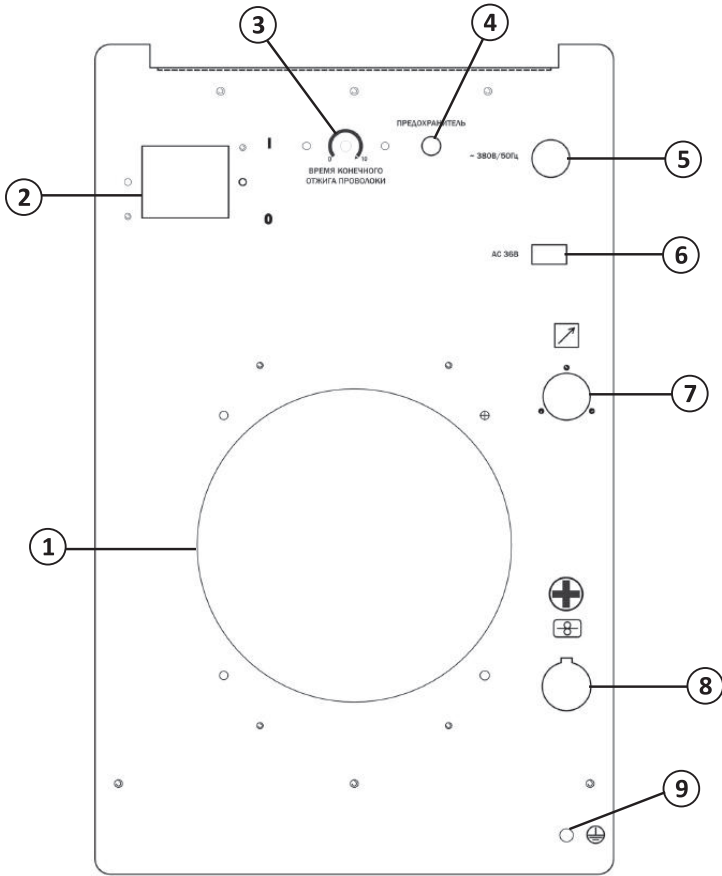

Рис. 2
Установите выключатель сети на задней панели аппарата (поз. 2, рис. 2) в положение «Вкл.», при этом должен заработать встроенный вентилятор охлаждения аппарата.
1. После выполнения всех шагов по установке аппарата, запустите его с помощью выключателя сети на задней панели (поз. 2, рис. 2), должен заработать встроенный вентилятор.